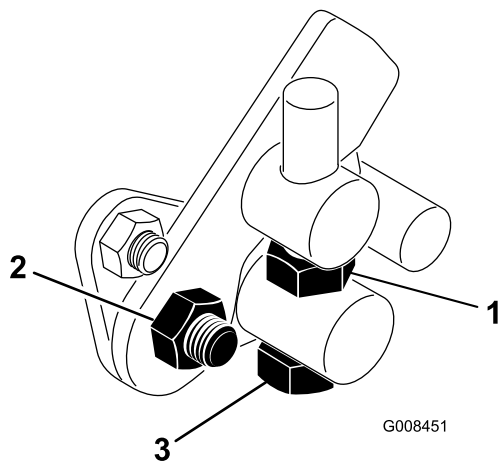

Bild 51
1. Lösen Sie die Klemmmutter an der Drehzapfenkopfschraube (Bild 51).
4. Ziehen Sie die Sicherungsmutter an der Drehzapfenkopfschraube und die Mutter am Pedalgelenk fest, um die Einstellung zu arretieren (Bild 51). Prüfen Sie die Einstellung und nehmen Sie ggf. eine weitere Einstellung vor.